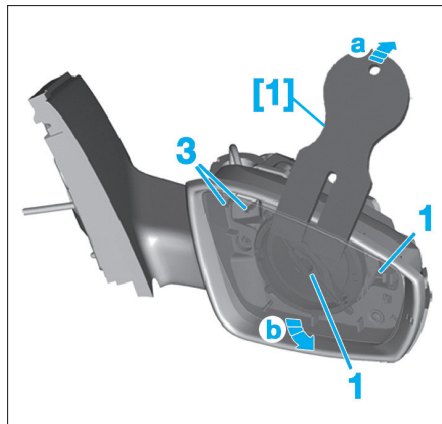

FIG. 81
- Abaisser le miroir (1) et insérer l'outil [1] (Fig.81).